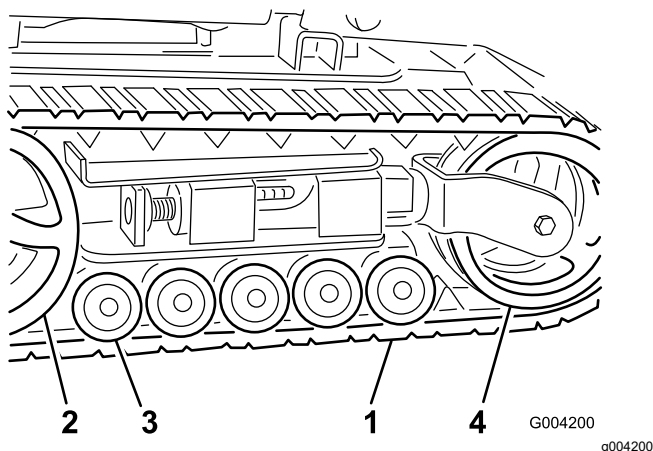

Figure 45
**Important:** Nettoyez soigneusement les galets de roulement, la roue de tension et le pignon d'entraînement (Figure 45). Les galets de roulement doivent tourner librement lorsqu'ils sont propres.